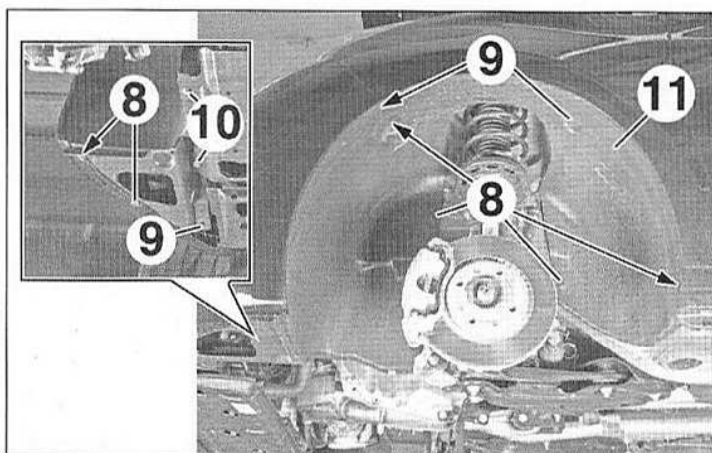

FIG.136
- Déposer (Fig.136) :
- les agrafes (8),
- les vis (9),
- selon équipement, les vis (10),
- le pare-boue (11).